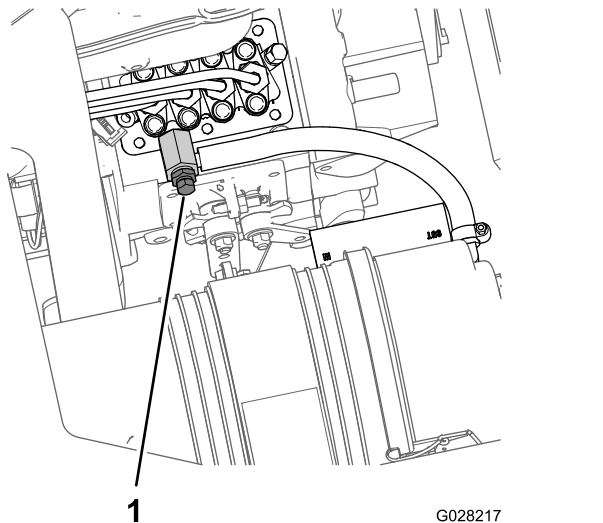

Рисунок 76
- Поместите сливной поддон под ту часть двигателя, где находится насос для впрыска топлива (Рисунок 76).
- Выверните винт стравливания воздуха из насоса для впрыска топлива (Рисунок 76).
- Оставьте ключ в положении Вкл. до тех пор, пока через продувочный винт не начнет вытекать сплошной поток топлива (Рисунок 76).
- Затяните продувочный винт (Рисунок 76) и поверните ключ в положение Выкл.